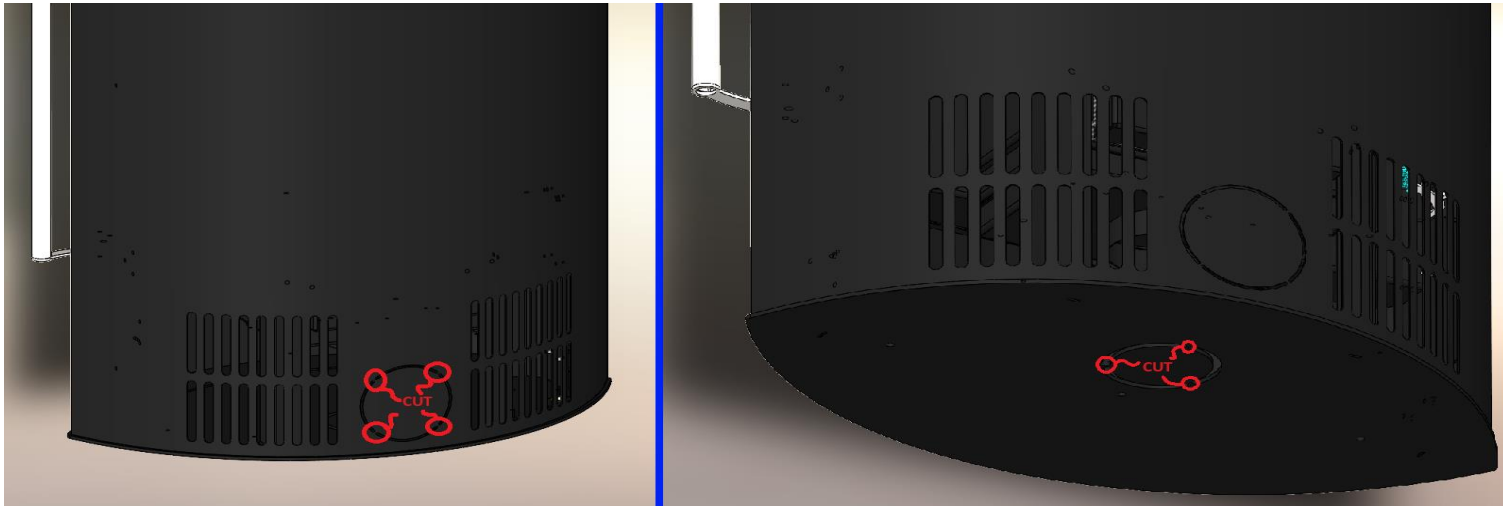

Abbildung 3 Schneiden von Mikrofugen für die Außenluftzufuhr an der Rückseite / am Boden
4. Abbildung 3 Schneiden der Mikrofugen für die Außenluftzufuhr an der Rückseite/am Boden	Seite 6
Der Kamin bietet die Möglichkeit, eine externe Luftzufuhr anzuschließen. Dafür wird ein flexibles Aluminiumrohr mit einem inneren Durchmesser von Ø150 und eine entsprechende Schelle benötigt. Die externe Luftzufuhr wird empfohlen, wenn sich der Kamin unter ungünstigen Betriebsbedingungen befindet (Tabelle 3), sowie zur Steigerung der Effizienz (Für einen ordnungsgemäßen Betrieb des Kamins ist eine Luftzufuhr erforderlich. Wenn Raumluft verwendet wird, muss das Fenster häufiger geöffnet werden). Die Anschlussdarstellung an die externe Luftzufuhr ist in Abbildung 3 und 4 zu sehen. Der Anschluss kann durch den Boden des Raumes oder durch die Wand erfolgen.